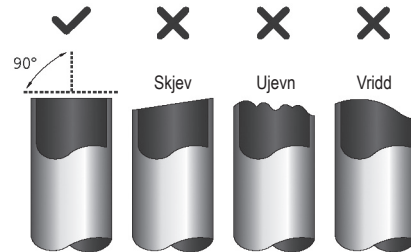

Fig. 6.1
1. Pass på at røret er kuttet på en perfekt 90° vinkel. Se fig. 6.1 for eksempler på dårlige kutt